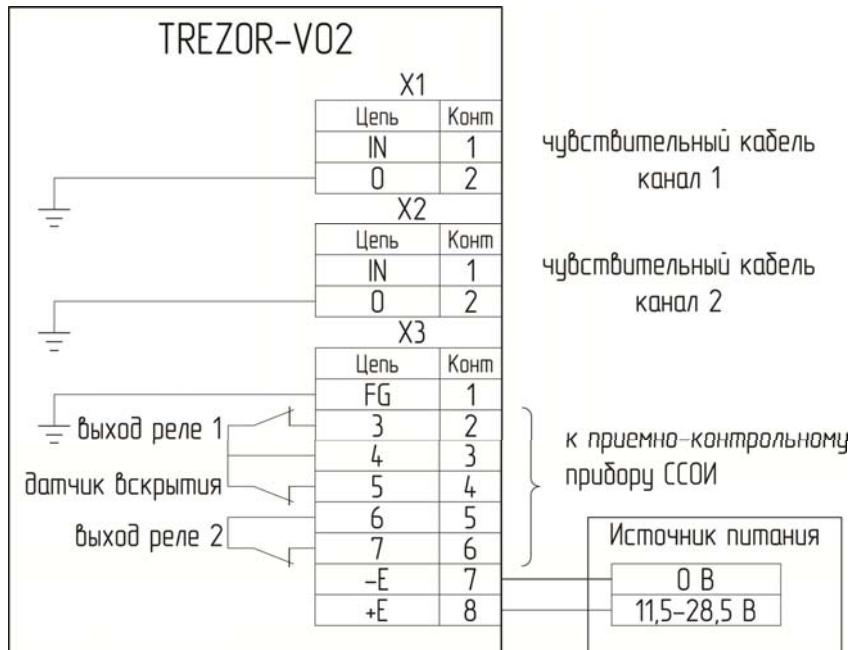

Рисунок 2.2.1. Схема подключения
- винтовые соединительные колодки «X1», «X2» предназначенная для присоединения внутренних проводников (клемма «In1», «In2») и экрана (клемма «OB1», «OB2») чувствительного кабеля (см. рис. 2.2.1);